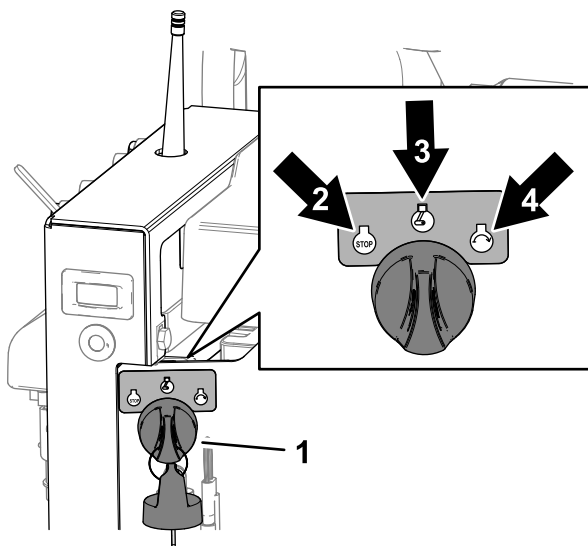

Bild 56
1. Drehen Sie den Schlüssel in die AUS-Stellung (Bild 56).